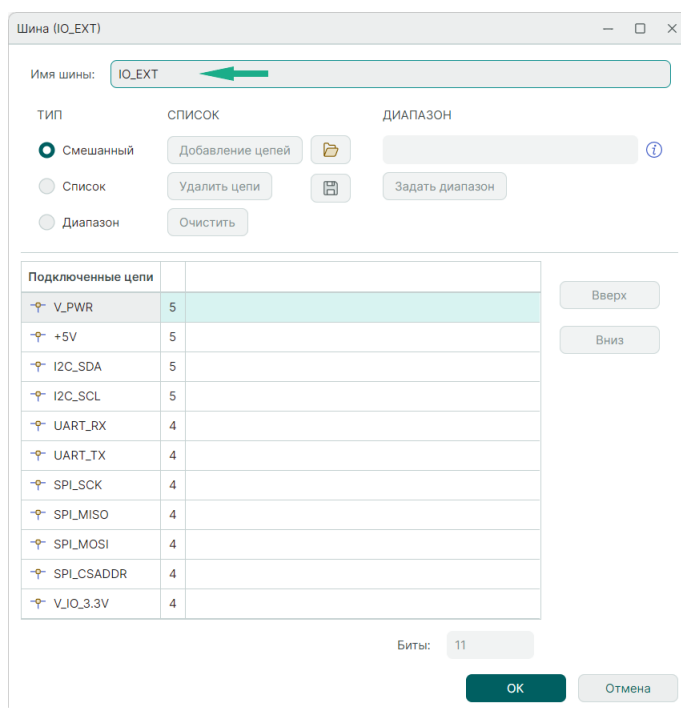

Рис. 123 Переименование шины в окне «Шина»
- Из контекстного меню шины. Для этого в контекстном меню выберите пункт «Цепи» и в появившемся окне «Шина» введите новое имя в строке «Имя шины», см. Рис. 123.